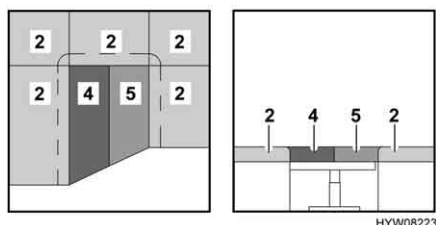

Fig. 73 Dopo la trasformazione
- Posizionare i cuscini aggiuntivi (Fig. 73,4 e 5) tra i cuscini del divano (Fig. 73,2) sul tavolo (Fig. 73,3).